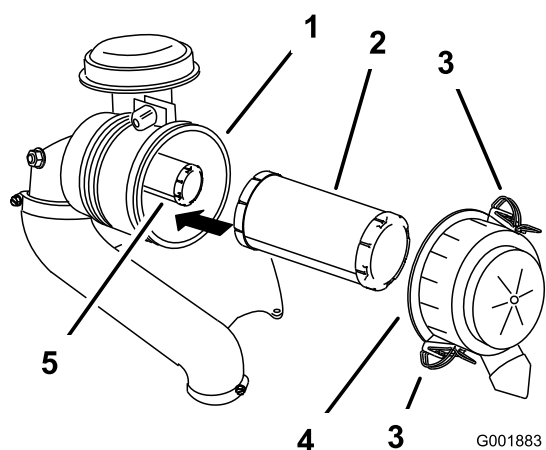

Figure 44
3. Déverrouillez le filtre à air et détachez le couvercle du boîtier du filtre (Figure 44).
- Sortez le préfiltre du boîtier du filtre avec précaution (Figure 44).
- Si vous remplacez l'élément interne, insérez-le avec précaution dans le boîtier du filtre (Figure 44).
- Glissez ensuite le préfiltre sur l'élément de sécurité avec précaution (Figure 44).
- Remettez en place et verrouillez le couvercle du filtre à air (Figure 44).